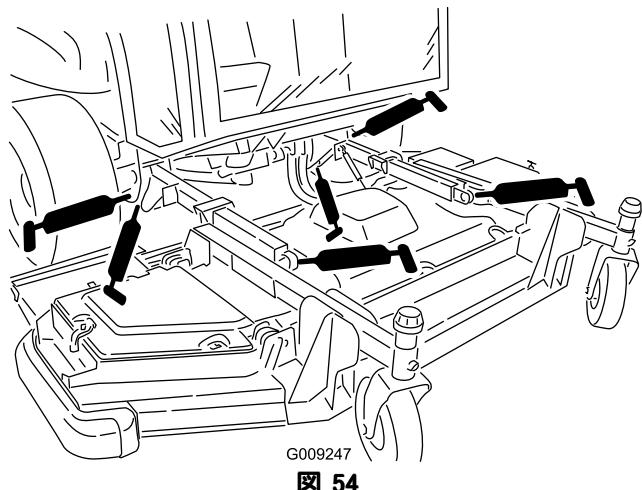

図 54
- 昇降アームのブッシュ (2ヶ所) (図 54)
- 昇降アームのボールジョイント (2ヶ所) (図 54)
- 前デッキの昇降シリンダのピボット (2ヶ所) (図 54)